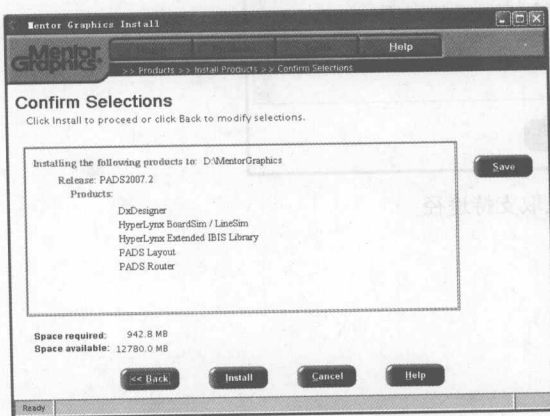

图 1-16 “Confirm Selections” 对话框
(8) 单击“Next”按钮，弹出如图 1-16 所示的对话框。